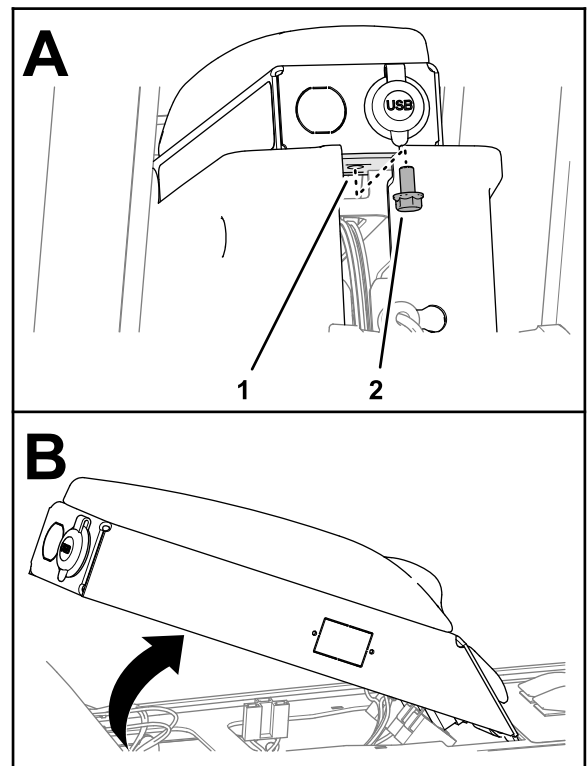

Bild 103
5. Heben Sie die Armauflage vom Rahmen ab (Bild 103).
4. Entfernen Sie die Bundkopfschraube ($\frac{5}{16}" \times \frac{5}{8}"$), mit der die Armauflage am Konsolenrahmen befestigt ist (Bild 103).